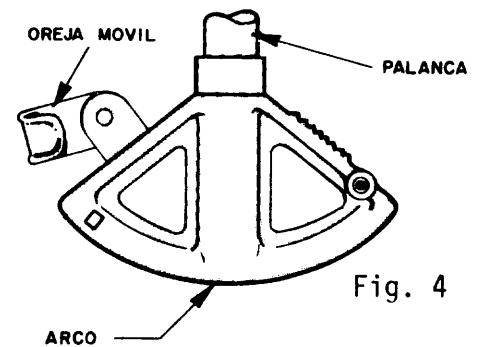

Fig. 4
- d) Doblatubos EMT y conduit (figs. 4, 5 y 6).